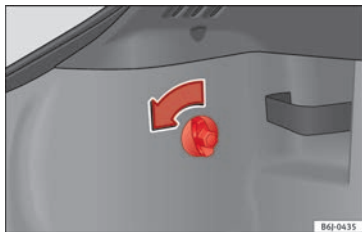

Bild 108 Åtkomst till bakljus.
- Skruva skruven i pilens riktning för hand eller med en skruvmejsel » **bild 108**.
- Lossa kontakten från huset (A) » **bild 108**.